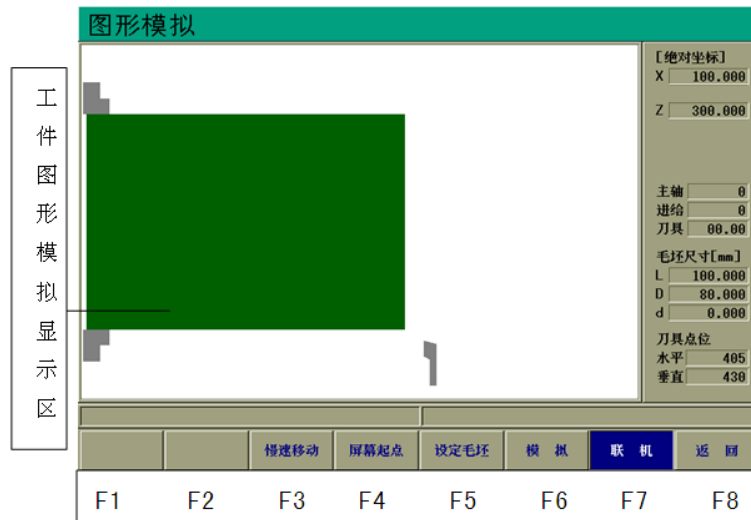

图 3.7 图形模拟
(1) 按【位置】主键进入位置界面；
(2) 按【F4】(自动)键；
(3) 按【存储/打开】键；
(4) 输入文件名 P0750；
(5) 按【ENTER】；
(6) 按【F8】(图形显示)键后，图形界面如图 3.7 所示：